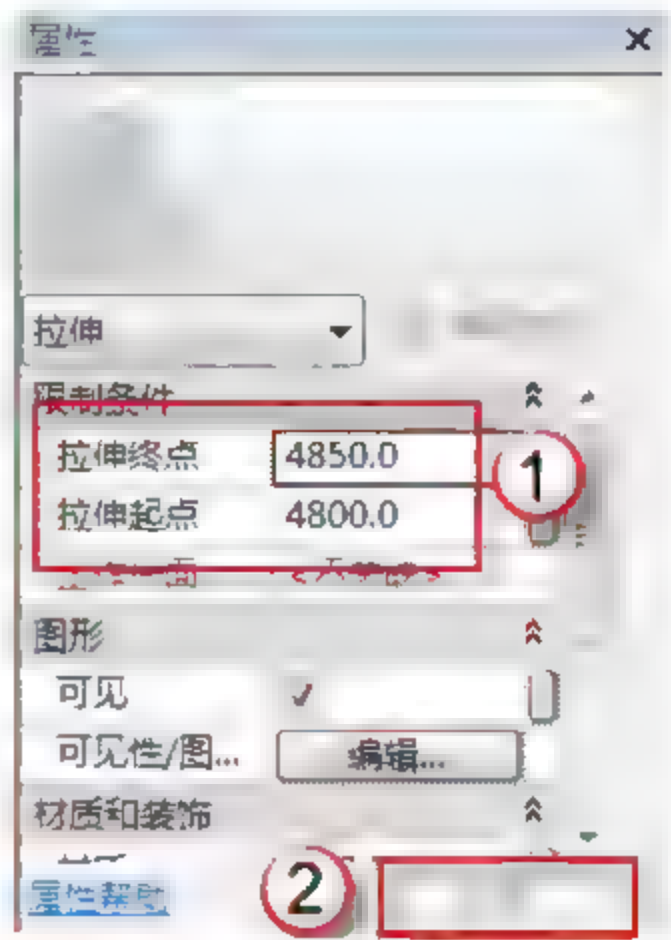

图 12.3.58 调整顶板的参数
(19) 调整顶板的参数。在“属性”面板中，将“拉伸起点”改为“4800”，“拉伸终点”改为“4850”，单击“应用”按钮，如图 12.3.58 所示。